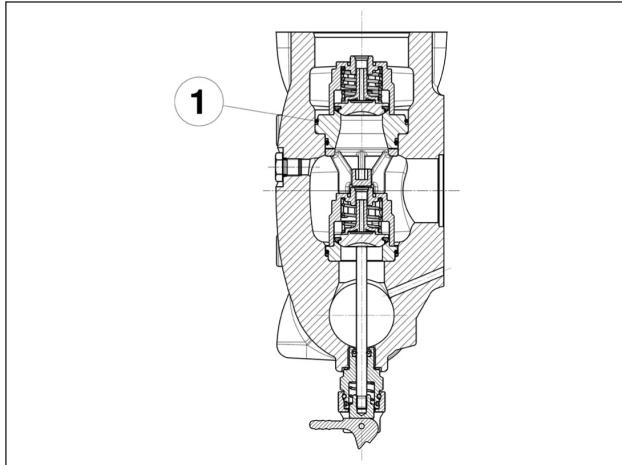

Abb. 128
**Achten Sie besonders auf das Einsetzen des O-Rings Pos. ①, Abb. 128.